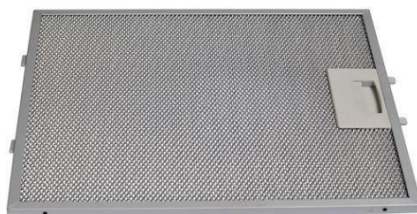

Рис. 2
2. Снимите алюминиевый жирособиравший фильтр (рис. 2).
7. Установите жирулавливающий фильтр (рис. 2).